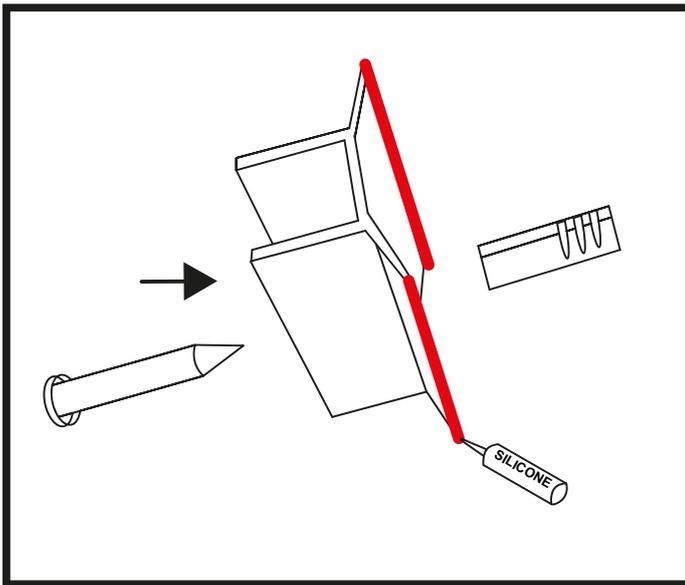

Abbildung 3
6. Um das Profil zu befestigen, tragen Sie Silikon auf die Kanten des Profils auf und platzieren Sie es entsprechend den zuvor markierten Stellen an der Wand. (Abbildung 3)